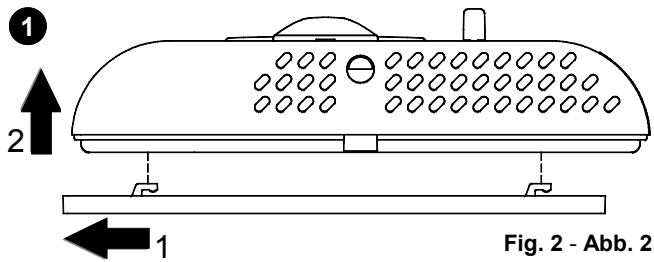

Fig. 2 - Abb. 2
- 1 Sganciare la piastra attaccata alla base del termostato spingendola verso sinistra e facendo così sganciare i dentini indicati in Fig. 2.